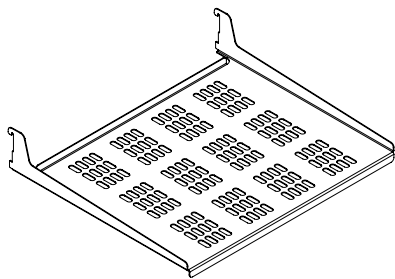

Figure 33
(2) étagères métalliques perforées en porte-à-faux (Voyez la Figure 33).